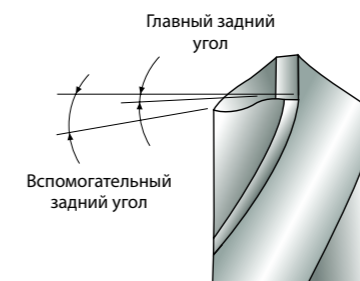

Рисунок 9
- 2 Убедиться, что обе режущие кромки заточены под одинаковым углом. Если угол при вершине составляет  $130^\circ$ , то каждая режущая кромка должна быть расположена под углом  $65^\circ$  к оси. Вершина сверла должна располагаться по центру, т. е. режущие кромки, идущие от вершины, должны иметь равную длину (Рисунок 9).
- 3 Сформировать главный задний угол и вспомогательный задний угол (Рисунок 9).